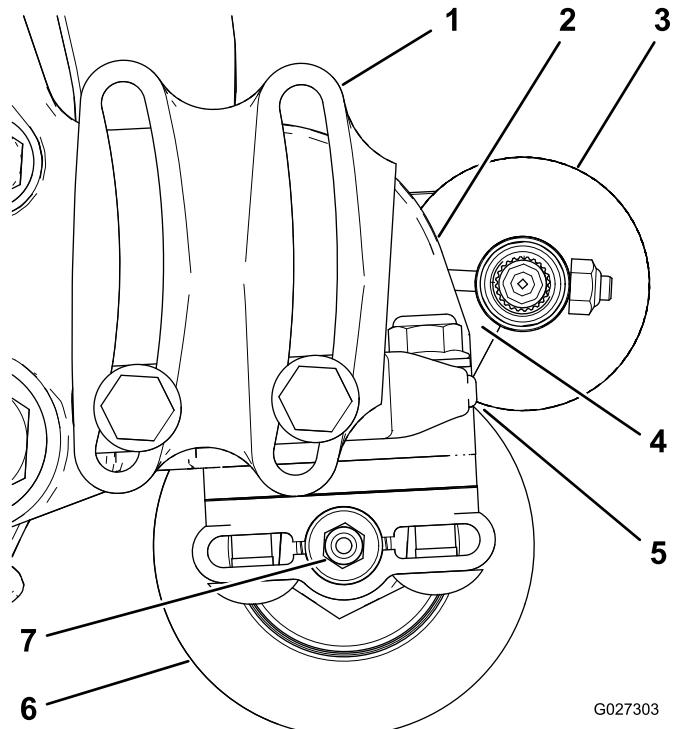

Figura 14
- Posizionate la spazzola per rullo in modo che tocchi o appoggi appena sul rullo posteriore (Figura 14).